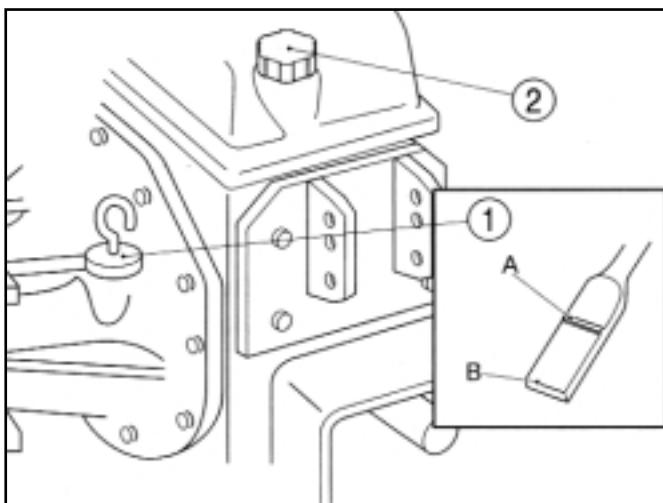

FIG. 99 / ABB. 99 / FIG. 99
2. Verwijder het filterelement (Fig. 99) uit de motor enwerp het weg. Verwijder ook de oorspronkelijke filterpakking.
TK527, TK532 et TK538 - Placez le tracteur sur un sol plat et enlevez la jauge d'huile (Fig. 99). Le niveau doit être entre les marques A & B.
Rajoutez de l'huile si nécessaire en enlevant le bouchon (2) dans la Fig. 99 ou 100 et en ajoutant de l'huile par le trou de remplissage.